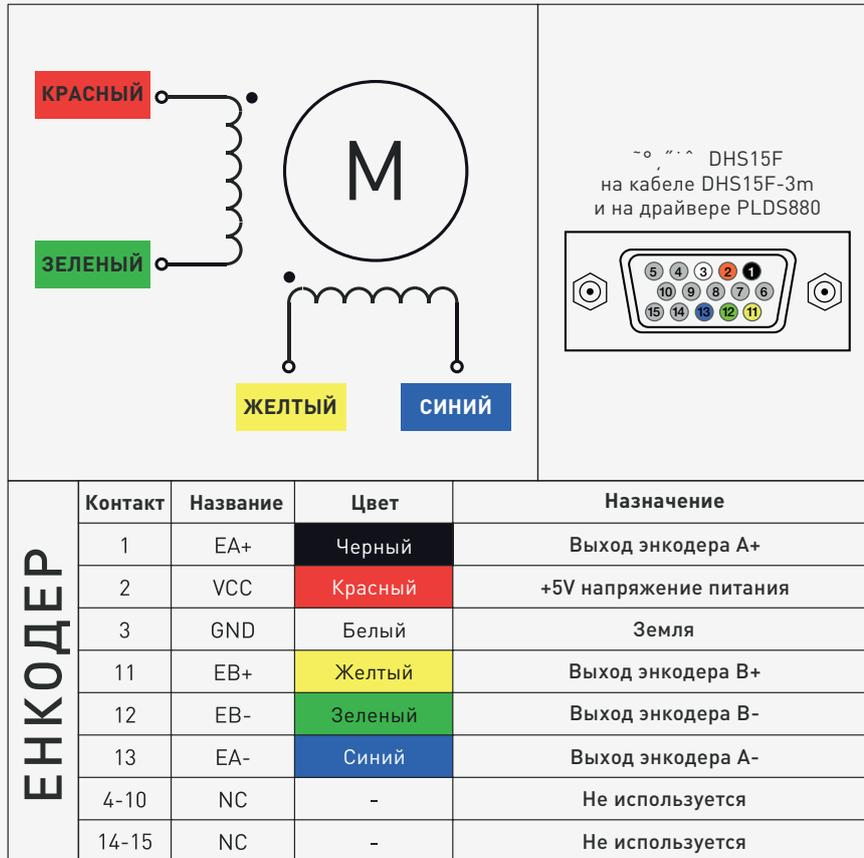
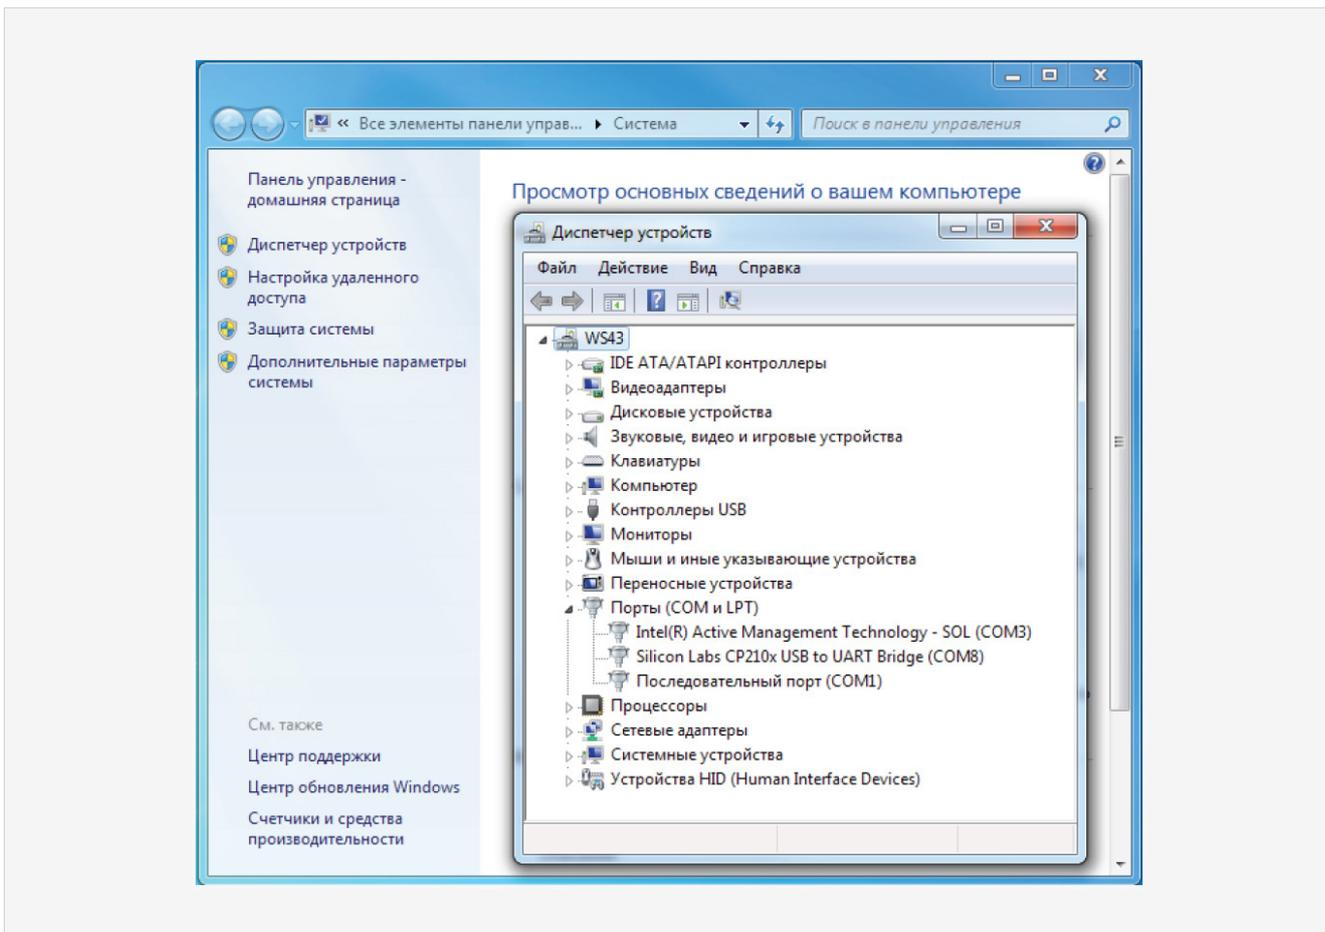
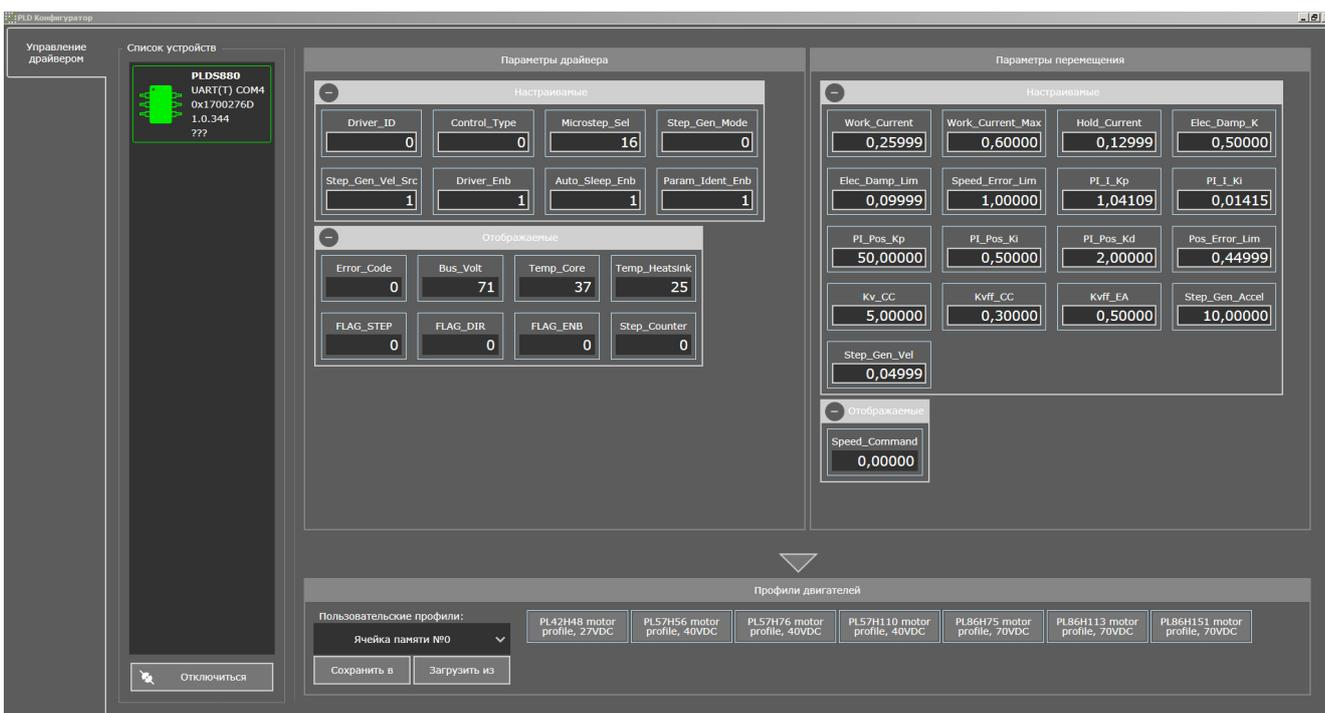

Рис. 4. Подключение двигателей к драйверу
Рис. 5. Виртуальный COM-порт в диспетчере устройств
Рис. 6. Основное окно программы
PLDS880 — цифровой драйвер серво-шагового двигателя (СШД) на базе сигнального процессора DSP с возможностью настройки параметров драйвера при помощи ПК по USB интерфейсу. Подключение СШД производства Purelogic R&D к драйверу осуществляется согласно рис. 5 (клеммы PH1.1[+A], PH1.2[-A] и PH2.1[+B], PH2.2[-B] и разъем энкодера). Также на рис. 5 показано назначение контактов в разъеме энкодера. Подключение драйвера PLDS880 осуществляется согласно рис. 4.
- в открывшемся окне программы-конфигуратора указать COM-порт, присвоенный драйверу PLDS880. Номер порта можно найти, нажав WIN+PAUSE в Диспетчере Устройств, в группе Порты (COM и LPT) (рис. 5). Далее необходимо нажать кнопку «Подключить» (рис. 6).